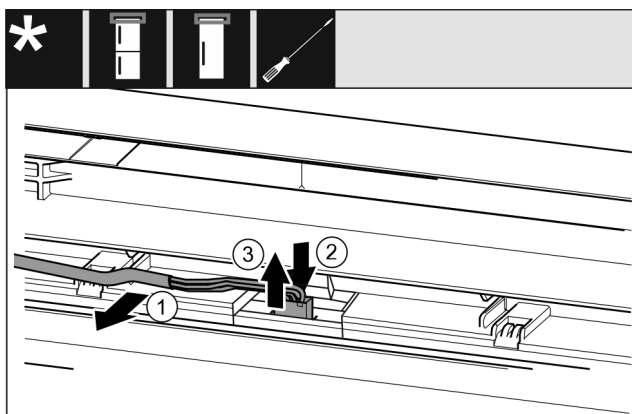

Fig. 24 Kombinált hűtő-fagyasztókészülékek / fagyasztókészülékek / hűtőkészülékek*
- ▶ Óvatosan vegye ki a kábelt Fig. 24 (1) az ajtóban lévő vezetősínből.*
- ▶ Nyomja hátra a dugó alatti fedőlemezt Fig. 24 (2).*
- ▶ Óvatosan húzza ki felfelé a dugót Fig. 24 (3).*